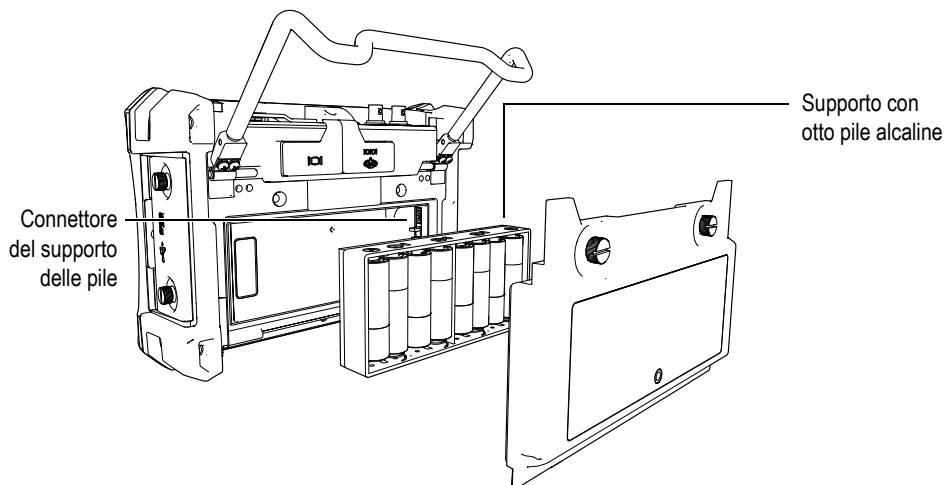

Figura 1-11 Il supporto delle pile alcaline
6. Inserire il supporto per pile alcaline nel vano batteria (vedi Figura 1-11 a pagina 34).